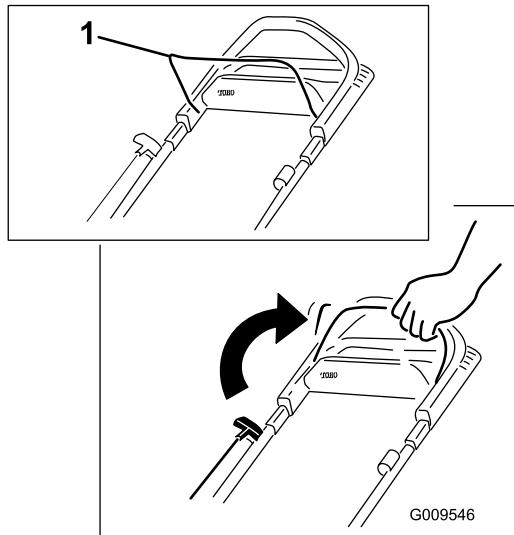
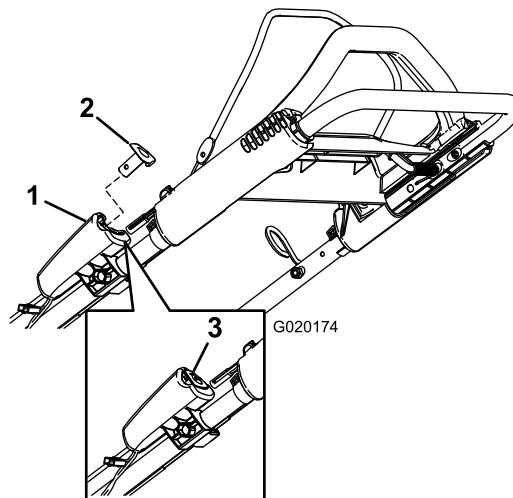

Figura 13
Figura 14
1. Sujete la barra de control de las cuchillas contra el manillar (Figura 13).
2. Pulse el botón de arranque eléctrico (Figura 14) (modelos de arranque eléctrico solamente) o tire de la cuerda del arrancador de retroceso (Figura 13).
Nota: Si se ha retirado el botón de arranque eléctrico, intodúzcalo en el arrancador eléctrico; consulte Figura 14 (modelo de arranque eléctrico solamente).